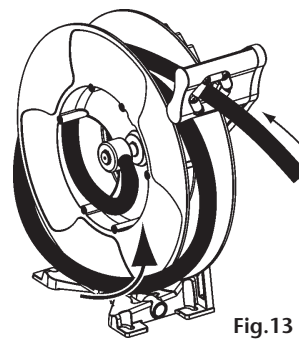

Fig.13
2. Wind the hanging hose into the reel (fig. 13).
2. Introduzca una vuelta de la manguera, en el disco del enrollador (fig. 13).
2. Insérer le flexible sur un tour à l'intérieur du tambour par une flasque de l'enrouleur (fig. 13).